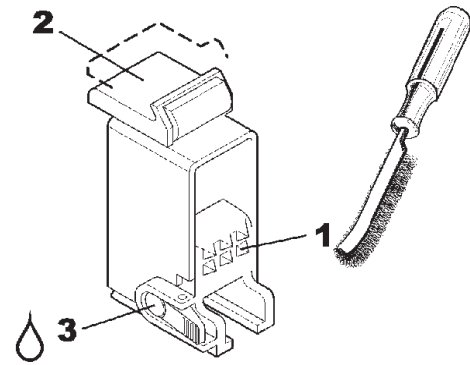

Fig. 6.0-2
C. Limpie cada semana los dientes de las garras (1 Fig. 6.0-2) con un cepillo de púas, compruebe el inserto de la garra sujeción (2) y sustitúyalo si está gastado.